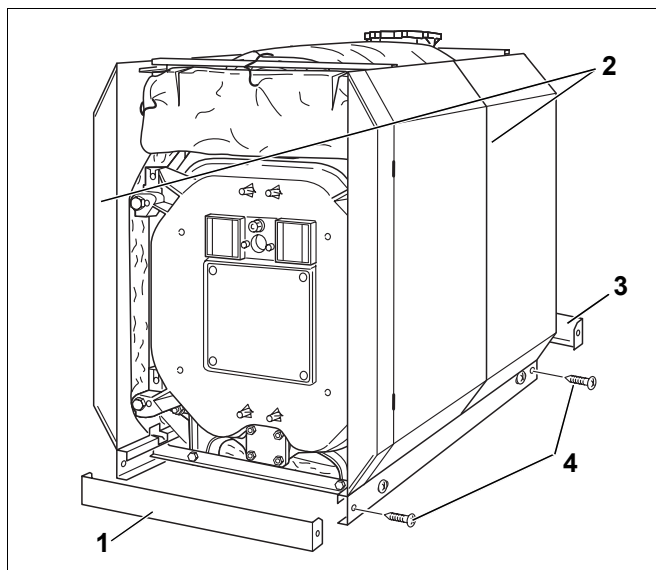

Bild 51 Sockelschienen montieren
- Sind die Seitenwände (Bild 51, **Pos. 2**) in der Senkrechten ausgerichtet, so müssen die Blechschrauben der Sockelschiene (Bild 51, **Pos. 4**) festgezogen werden.
- Die quer verlaufenden Sockelschienen (Bild 51, **Pos. 1** und **3**) von vorne und hinten in die längs verlaufenden Sockelschienen schieben. Die Abkantung am Querblech muss jeweils unten sein und zum Kessel zeigen (Bild 51).